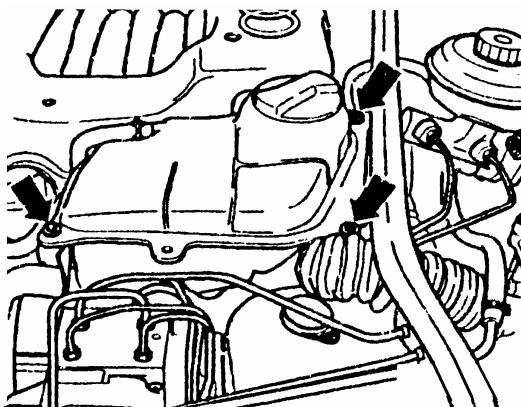

图 13-19 拆卸膨胀罐螺栓
- (5) 如图 13-19 所示，松开箭头所示螺栓，将膨胀罐转向一旁。螺栓的拧紧力矩为 6 N